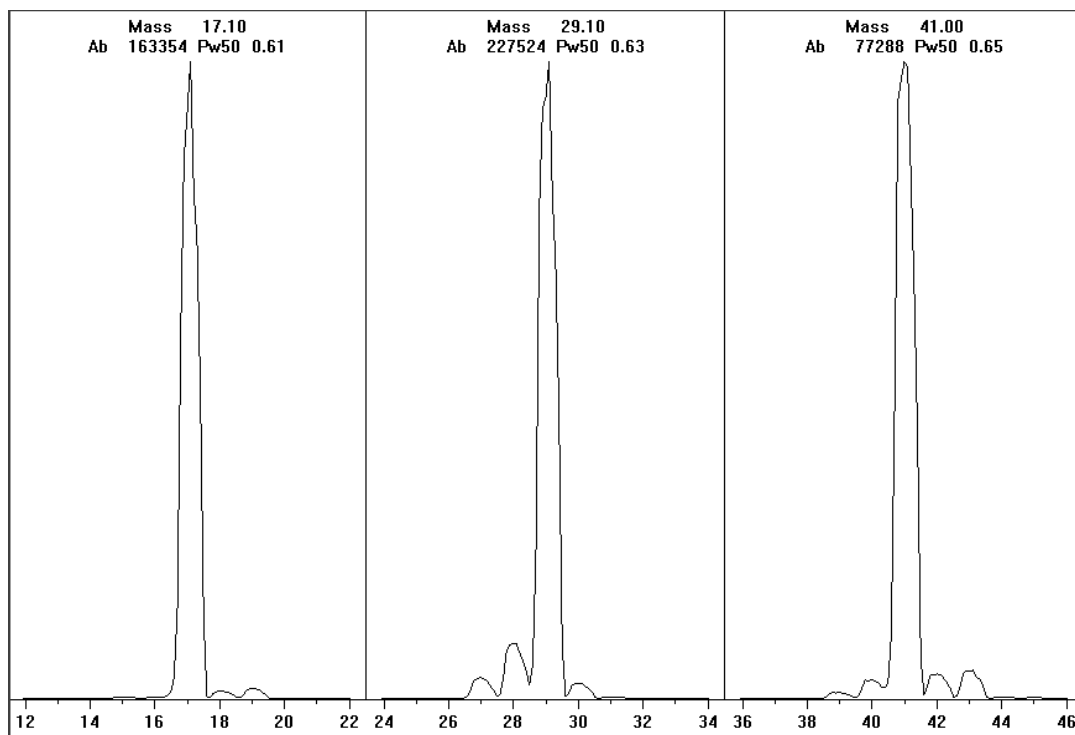

図 45. 長時間の焼き出しの後の試薬イオンスキャン
- 8 表示された試薬イオンのプロファイルスキャンを調べます。(図 45 を参照してください)。